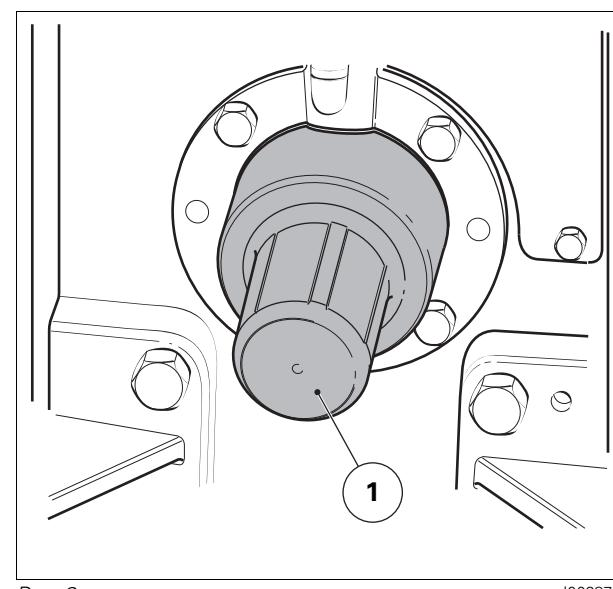

Рис. 8.
- Убедитесь, что при установке кожуха МОМ (1) вал МОМ не используется *рис. 8*.